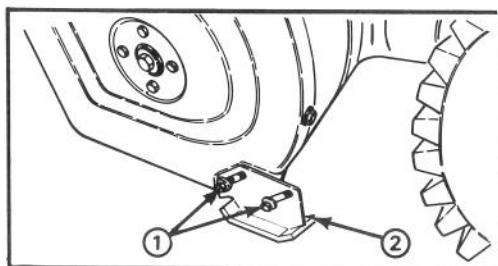

Abbildung 15
EINSTELLEN DER GLEITKUFEN (Abb. 15)
2. Die Flanschbolzen (4), die die beiden Gleitkufen mit den Schneckenseitenplatten verbinden lockern (Abb. 15).